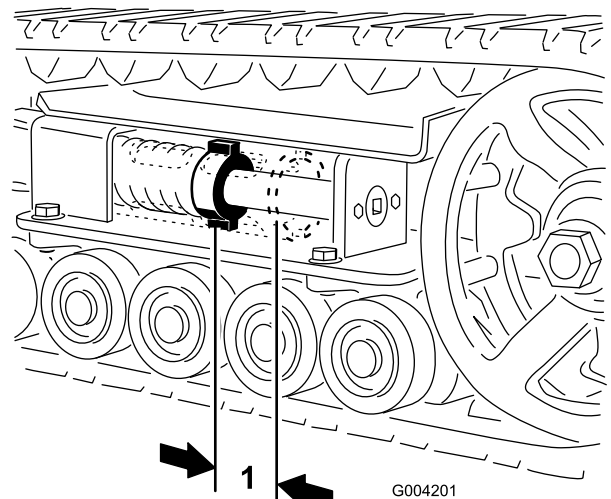
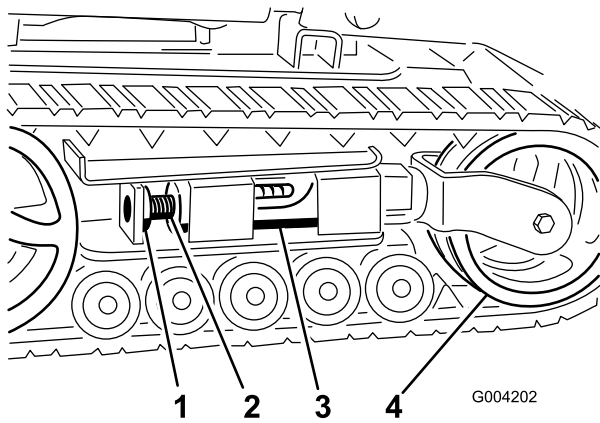
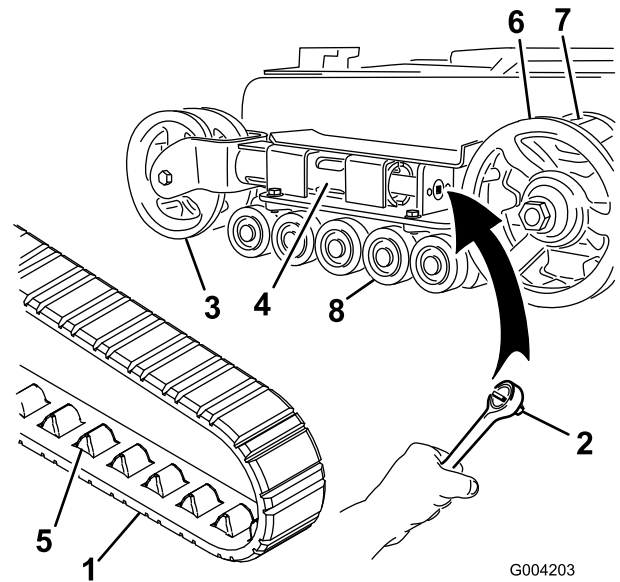
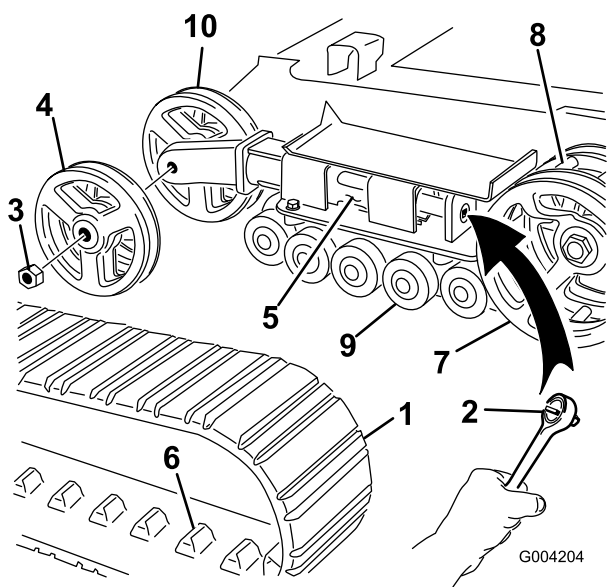

Bild 44
Bild 45
Bild 46
Bild 47
Zwischen der Spannungsmutter und der Rückseite des Spannungsrohrs sollte ein Abstand von 7 cm sein (Bild 44). Stellen Sie ansonsten die Kettenspannung wie folgt ein:
3. Entfernen Sie die Befestigungsschraube und Mutter (Bild 45).
4. Drehen Sie die Spannschraube mit einem Sechskantschlüssel (1/2 Zoll) (Bild 46) nach links, bis der Abstand zwischen der Spannmutter und der Rückseite des Spannungsrohrs 7 cm beträgt (Bild 44).
5. Richten Sie die am nächsten liegende Kerbe in der Spannschraube mit dem Loch der Befestigungsschraube aus und befestigen Sie die Schraube mit der Befestigungsschraube und Mutter (Bild 45).
5. Drücken Sie das Spannrاد zur Rückseite der Maschine, um den Abzweigschlauch gegen den Rahmen zu bewegen (Bild 46). (Wenn es den Rahmen nicht berührt, drehen Sie die Spannschraube so lange, bis es funktioniert.)
7. Wenn Sie die Kette vom Spannrاد entfernt haben, entfernen Sie sie auch vom Antriebsrad und den Straßenrädern (Bild 46).
8. Legen Sie die neue Kette, beginnend beim Antriebswirbel, um den Wirbel und stellen Sie sicher, dass die Stollen an der Kette zwischen die Distanzstücke auf dem Wirbel passen (Bild 46).
9. Drücken Sie die Kette unter und zwischen die Straßenräder (Bild 46).
11. Drehen Sie die Spannschraube nach links, bis der Abstand zwischen der Spannmutter und der Rückseite des Abzweigschlauchs 7 cm beträgt (Bild 44).
4. Lösen Sie die Antriebsspannung mit einem Sechskantschlüssel (1/2 Zoll), indem Sie die Spannschraube nach rechts drehen (Bild 45 und Bild 46).
- Entfernen Sie die Befestigungsschraube und Mutter (Bild 45).
- Lösen Sie die Antriebsspannung mit einem Sechskantschlüssel (1/2 Zoll), indem Sie die Spannschraube nach rechts drehen (Bild 45 und Bild 47).
- Drücken Sie das Spannrad zur Rückseite der Maschine, um den Druckschlauch gegen den Rahmen zu bewegen (Bild 47). (Wenn es den Rahmen nicht berührt, drehen Sie die Spannschraube so lange, bis es funktioniert.)
- Nehmen Sie die Mutter ab, mit der das äußere Spannrad befestigt ist. Nehmen Sie das Rad ab (Bild 47).
- Nehmen Sie die Kette ab (Bild 47).
- Nehmen Sie die Mutter ab, mit der das innere Spannrad befestigt ist. Nehmen Sie das Rad ab (Bild 47).
- Setzen Sie das innere Spannrad ein und befestigen Sie es mit der vorher abgenommenen Mutter (Bild 47).
- Montieren Sie die neue Kette. Achten Sie darauf, dass die Stollen in der Kette zwischen die Distanzstücke in der Mitte des Antriebsrads passen (Bild 47).
- Setzen Sie das äußere Spannrad ein und befestigen Sie es mit der vorher abgenommenen Mutter (Bild 47).
- Drehen Sie die Spannschraube nach rechts, bis der Abstand zwischen der Spannmutter und der Rückseite des Abzweigschlauchs 7 cm beträgt (Bild 44).